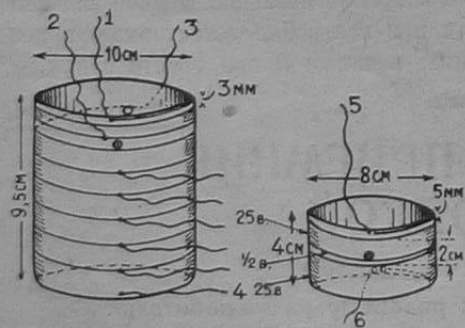

Рис. 2.
Таким же образом строим катушку МК. Из картона вырезаем кусок шириной 25,12 см + 1 см на закрепку и высотой 4 см (см. рис. 2).
следующим образом. Отступая от края катушки на 3 мм, проделываем небольшое отверстие спереди и пропускаем через него начальный конец проволоки (1). Наматываем 16 витков возможно плотнее. Закрепляем конец (2), снаружи и спереди катушки. Закрепив конец (3) снаружи и сзади катушки (отступая ниже оси), наматываем в плотную 128 витков. Конец (4) закрепляем снаружи катушки (рис. 2).
ее половине. Конец (6) закрепляем сзади катушки от нижнего ее края не доходя 5 мм (см. рис. 2).